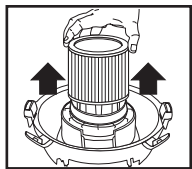

FIGURA 13
19. Deslice el filtro de cartucho para sacarlo del alojamiento de la tapa. **FIGURA 13.**